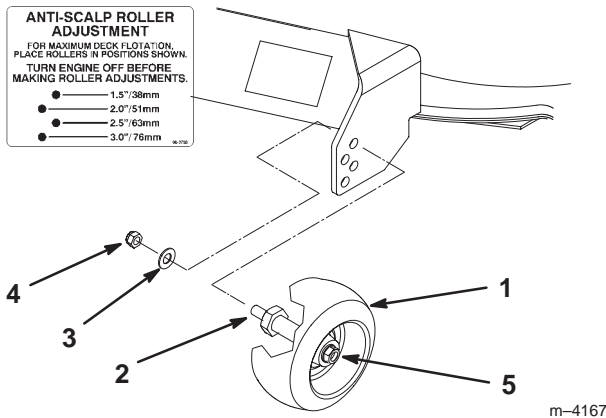

Figure 12
3. Lorsque la hauteur de coupe est réglée, enlevez l'écrou et la rondelle tout en maintenant le goujon avec une clé (Fig. 12).
Remarque : N'enlevez pas l'écrou et la rondelle de la roue (Fig. 12).
4. Choisissez le trou pour que la roue de jauge se trouve le plus près possible de la hauteur de coupe correspondante voulue (Fig. 12).
5. Remettez l'écrou et la rondelle sur le goujon (Fig. 12).